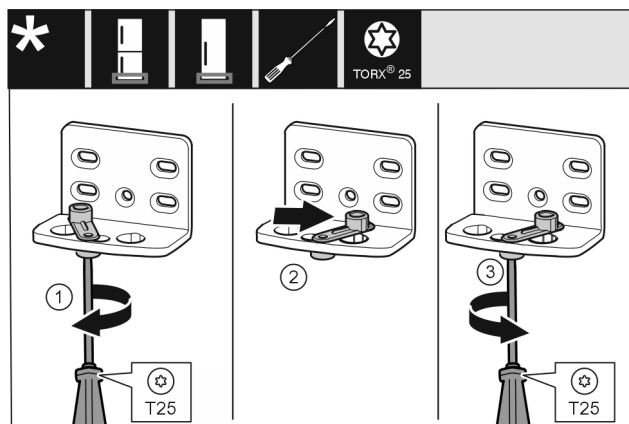

Fig. 44 *
- ▶ 将螺钉 Fig. 44 (1) 用螺丝刀拧松。*
- ▶ 将关门辅助装置 Fig. 44 (2) 提起并向右 90° 转入钻孔。*
- ▶ 将螺钉 Fig. 44 (3) 用螺丝刀拧紧。*